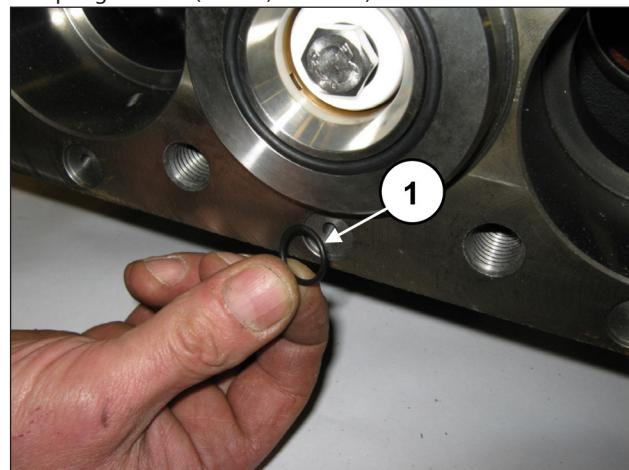

Abb. 163
Montieren Sie die 6 frontseitigen O-Ringe des Pumpengehäuses (Pos. ①, Abb. 163).